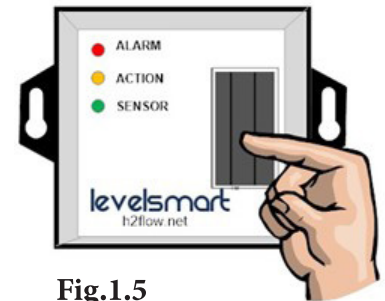

Fig.1.5
- a. Sostener el imán en la cara del Controlador en la posición que se muestra (Fig.1.5) durante 2 a 4 segundos y retirar.
- b. Una vez que se haya retirado el imán, el LED ACTION se iluminará durante cinco (5) segundos. Cuando esto ocurra, la electroválvula se abrirá durante cinco (5) segundos antes de cerrarse. Confirmar que la válvula esté abierta escuchando un clic del solenoide de la válvula tan pronto como se retire el imán y se ilumine el LED ACTION. También es posible escuchar agua fluyendo a través de la válvula. Al cabo de cinco (5) segundos, el LED ACTION se apagará y la válvula se cerrará.